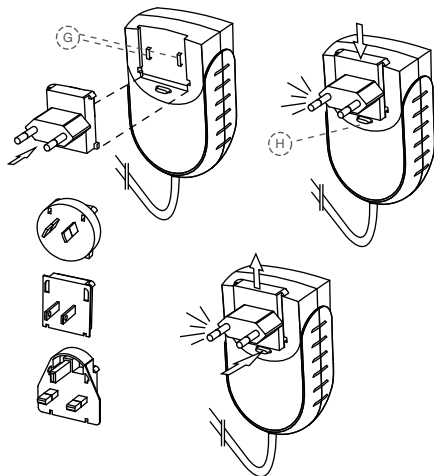

Fig. 4 Unité centrale et adaptateur
1. Sélectionnez l'adaptateur pour le bloc d'alimentation correspondant à votre prise d'alimentation électrique (Fig. 4).
2. Placez l'adaptateur sur les deux contacts de l'alimentation (Fig. 4, G) et poussez-le vers la touche de verrouillage jusqu'à ce qu'il s'enclenche (Fig. 4, H). Veuillez appuyer sur la touche de verrouillage pour changer l'adaptateur.